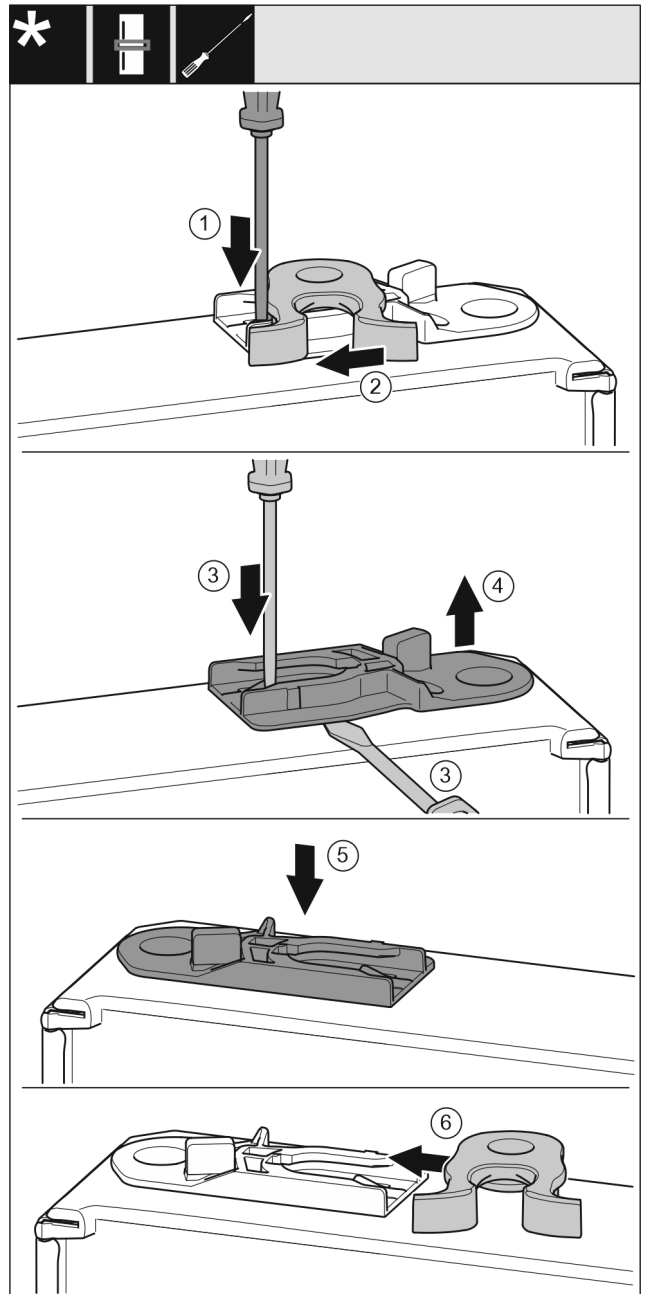

Fig. 47 *
- ▶ Lasche Fig. 47 (1) mit Schlitzschraubendreher nach unten drücken.*
- ▶ Schließhaken Fig. 47 (2) aus Führung ziehen.*
- ▶ Führungsbuchse Fig. 47 (3, 4) herausziehen: Lasche mit Schlitzschraubendreher drücken und gleichzeitig mit Schlitzschraubendreher unter Führungsbuchse fahren.*
- ▶ Im Lieferumfang beiliegende Führungsbuchse Fig. 47 (5) auf anderer Gehäuseseite einschieben.*
- ▶ Schließhaken Fig. 47 (6) in Führung schieben.*